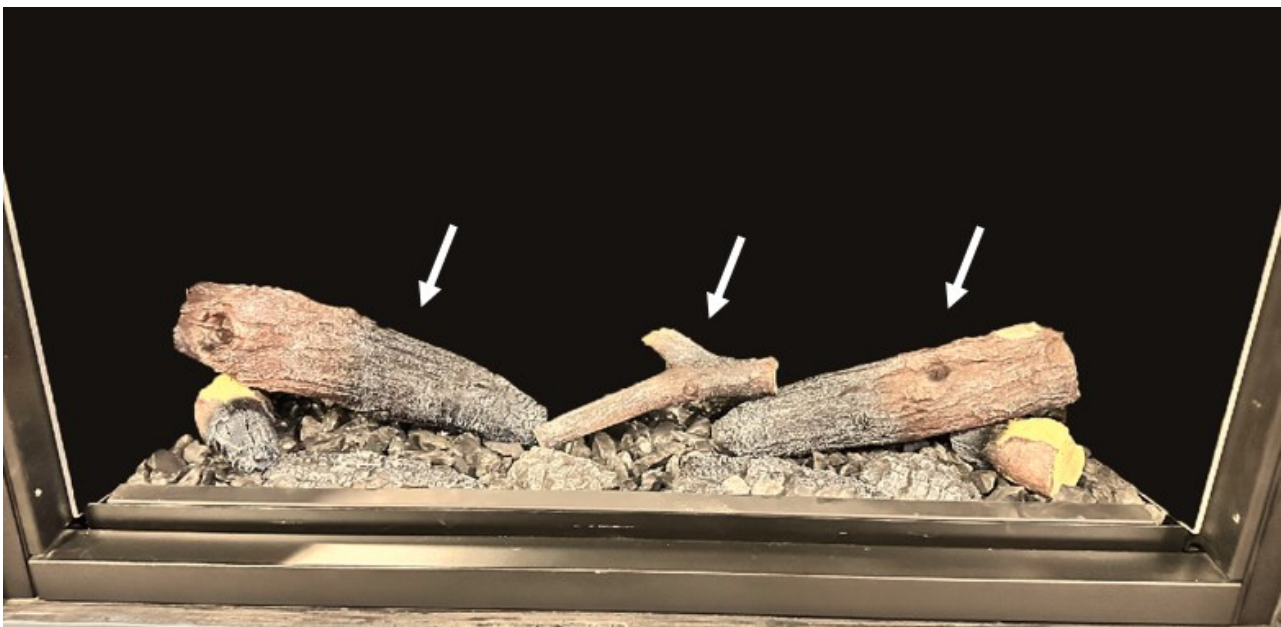

Figure 4.5 - Jeu de bûches complètement installé
- La Figure 4.5 montre les autres bûches installées. Les deux grosses bûches sur les côtés sont semi-transparentes pour que la lumière des flammes les traverse.